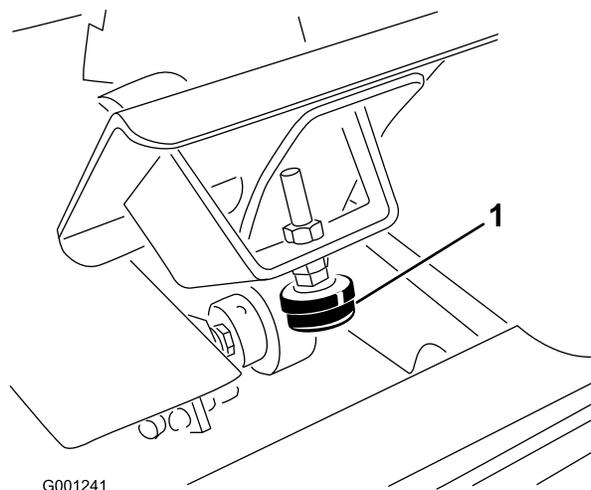

Figura 66
1. Verifique el ajuste del tope del pedal de tracción. El tope del pedal (Figura 66) debe entrar en contacto con el bastidor justo antes de que la bomba alcance su carrera máxima.